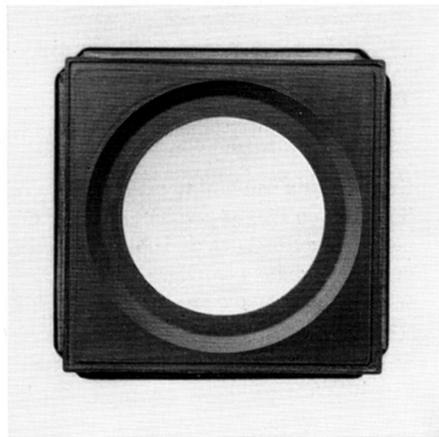

Fig. 5
* Pour utiliser avec l'obturateur un **filtre en verre**, il faut faire usage, avec la Sinar en 9×12 et 4×5", des soufflets 510 et 520 (pyramidal et grand angle), comportant une planchette frontale pourvue d'un **dégagement circulaire pour filtres** (fig. 5). Les soufflets qui ne présentent pas ce dégagement peuvent être modifiés par l'agent SINAR. **Sans cette précaution, des infiltrations de lumière et des anomalies dans l'obturateur peuvent se produire!**